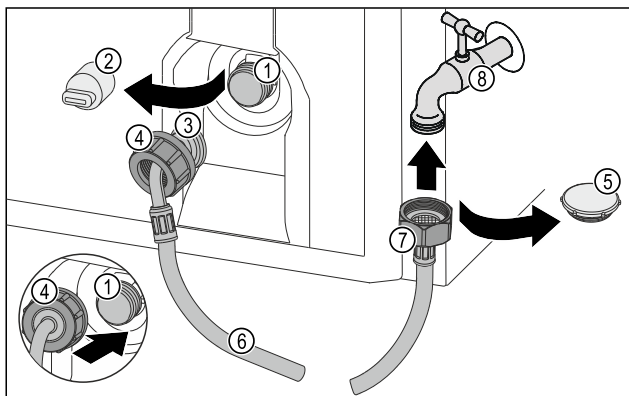

Fig. 32
- ▶ Retire la tapa de cierre Fig. 32 (5).
- ▶ Conecte el extremo recto de la manguera Fig. 32 (7) en el grifo de agua Fig. 32 (8).
- ▶ Apriete la tuerca del extremo recto de la manguera Fig. 32 (7) en el sentido horario.